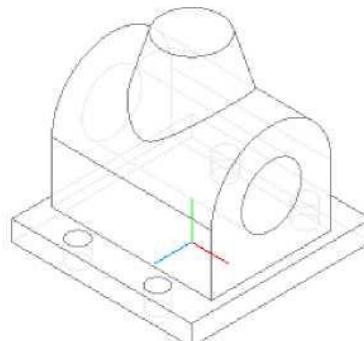

Рис. 7.29
8. Применяем команду Вырезать выдавливанием со следующими параметрами: Направление выдавливания - Прямое, Способ построения - Через все (рис. 7.29).